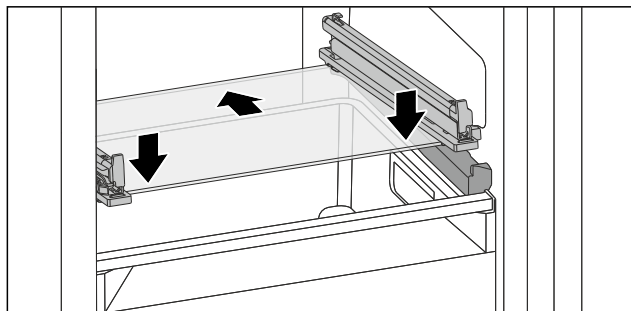

Fig. 200 Pllaka e xhamit e sirtarit me anim
- Vendosni pllakën e xhamit pjerrtas prapa ndaluesve. (shihni Fig. 200)